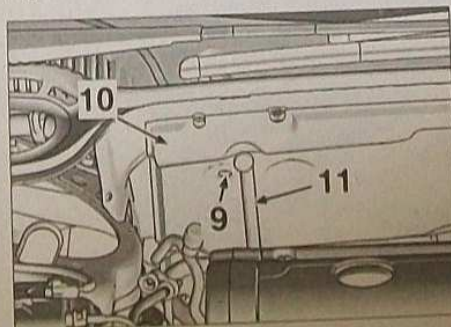

FIG. 5
Déplacer le tube (11) au maximum vers l'avant (Fig.5)